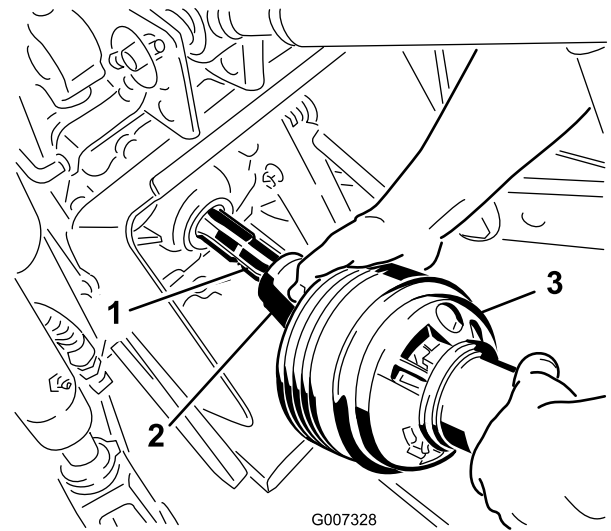

Bild 20
- Kuppeln Sie die Zapfwelle an der Zapfwelle des Traktors an (Bild 20).